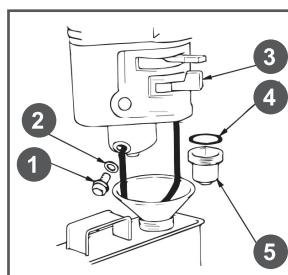

Рис. 20 Обслуживание фильтра-отстойника
1. Установите рычаг топливного крана 3 (Рис. 20) в положение «ЗАКРЫТО».
3. Открутите болт 1 сливного отверстия и слейте топливо из поплавковой камеры карбюратора (Рис. 20).
4. Открутите стакан отстойника 5, вылейте из него топливо в заранее подготовленную емкость (Рис. 20).
- Слейте топливо из топливного бака и карбюратора (Рис. 20).